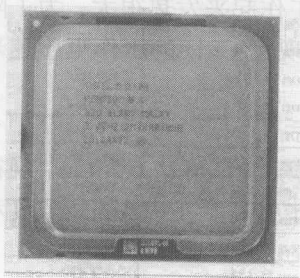

图 1-2 双核 Pentium D 微处理器
- **双核 CPU** 目前 Intel 公司的双核 CPU 主要有 Pentium D、Core 等型号, 其中 Pentium D 是 Intel 出品的第一款双核 CPU, 包括 820、830 和 840 等型号, 如图 1-2 所示。它的实际工作频率为 2.80~